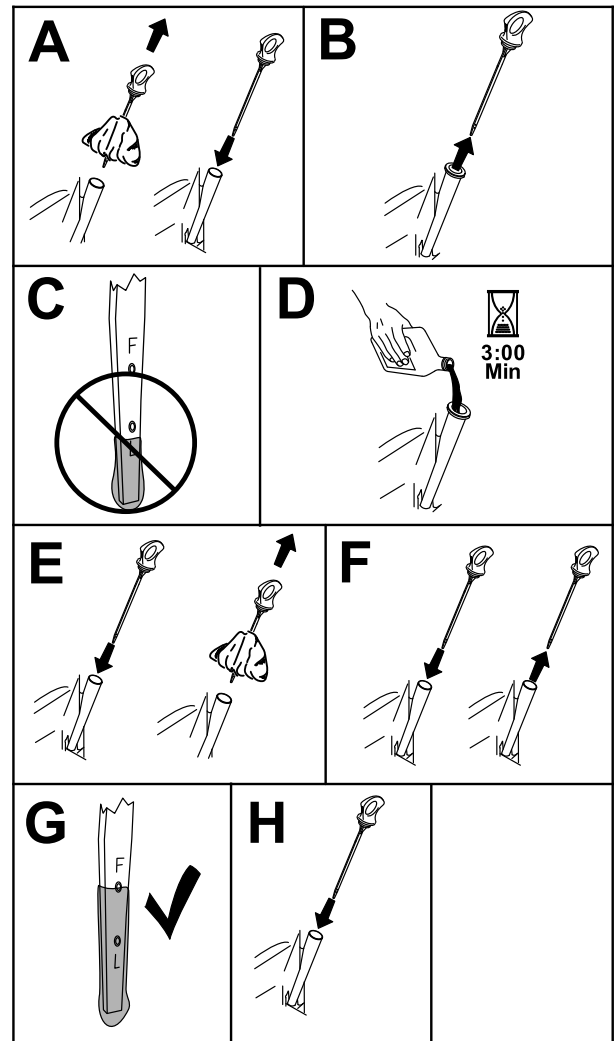

Figura 41
3. Para que no entre suciedad, recortes de hierba, etc., en el motor, limpie la zona alrededor del tapón de llenado/varilla de aceite antes de retirarlo (Figura 41).